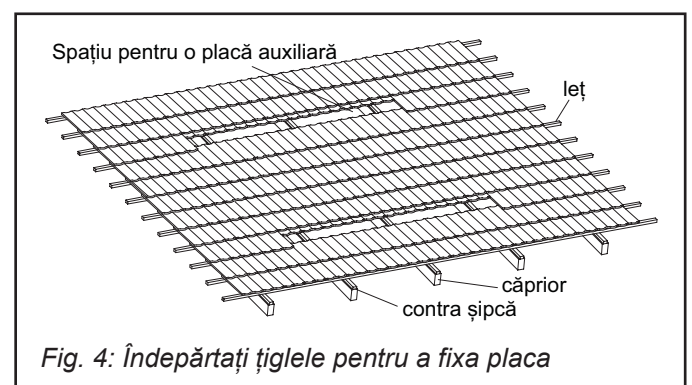

Fig. 4: Îndepărtați țiglele pentru a fixa placa
- Îndepărtați acoperișul astfel încât plăcile auxiliare sa poate fi inserate (distanța aproximativă între plăci 1600-1800 mm). În cazul țiglelor, e suficient să le împingeți în sus, pe lungimea plăcii auxiliare. (vezi fig. 4)